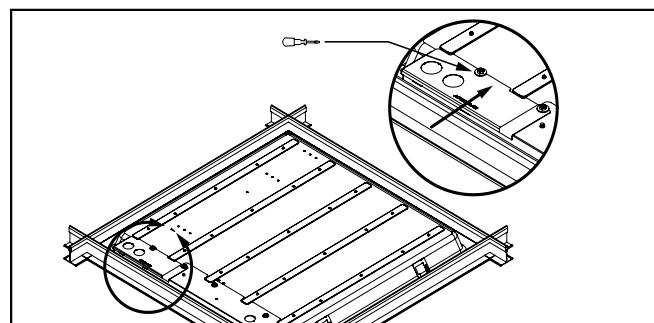

Imagen 6.
6. Inserte todos los cables y conectores en la caja de conexiones de luminario, reemplace la placa de acceso eléctrico y asegúrela en su lugar con un tornillo (Imagen 6).